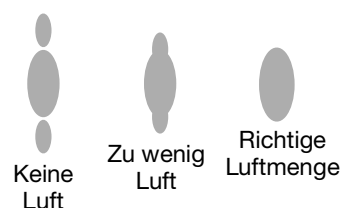

ABB. 12. Streifen beseitigen
Während des Betriebs in regelmäßigen Abständen prüfen, ob in den Öffnungen des Pistolenabdeckblechs (ZZ) Material vorhanden ist. Siehe ABB. 12. Material in diesen Bereichen deutet darauf hin, dass Spritzmaterial auch hinter das Pistolenabdeckblech geflossen ist, was auf Undichtigkeiten an den Materialrohrverbindungen oder den Materialdichtungen zurückgehen kann.